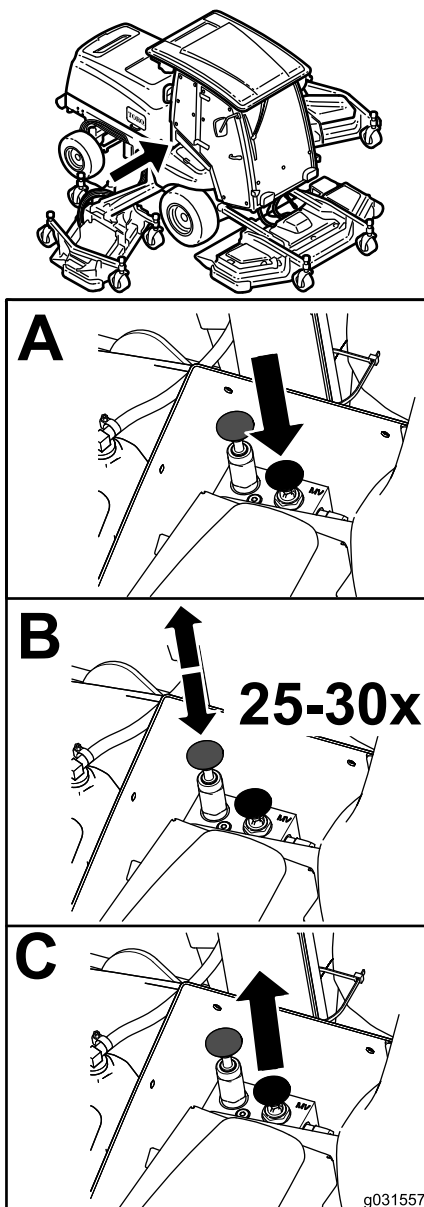

Figura 59
1. Valvole di bypass (2)
4. Rilasciate manualmente il freno di stazionamento utilizzando la valvola di bypass e lo stantuffo, come illustrato nella Figura 59.